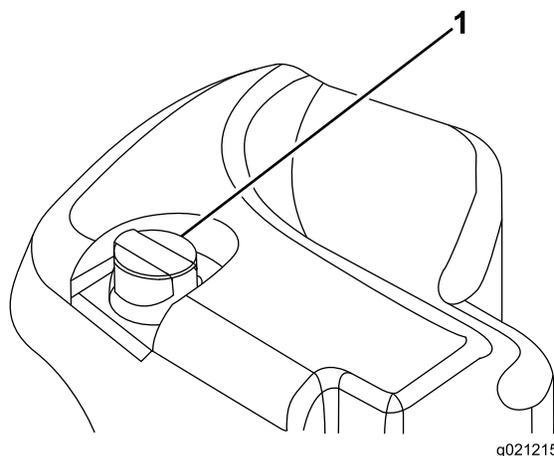

Рисунок 31
2. Очистите зону вокруг заливной горловины и крышки гидравлического бака (Рисунок 31).